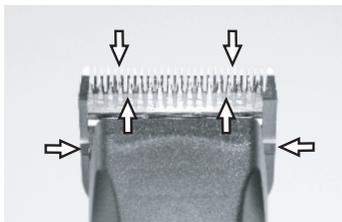

Fig. 24
Para obter bons resultados de tosquia e para aumentar a longevidade da máquina e das cabeças de tosquia, é necessário a aplicação regular de uma fina camada de lubrificante entre a lâmina superior e inferior (fig. 24).
- ▶ Lubrifique suficientemente (e não em demasia) as lâminas de corte durante a tosquia (pelo menos em intervalos de 15 minutos), para que elas não fiquem secas (fig. 24).
As lâminas devem ser lubrificadas antes, durante e depois de cada utilização. Quando as lâminas deixam tiras, isto é um sinal de que necessitam de ser lubrificadas. Coloque algumas gotas de lubrificante adiante e lateralmente às lâminas (ver setas na fig. 24).